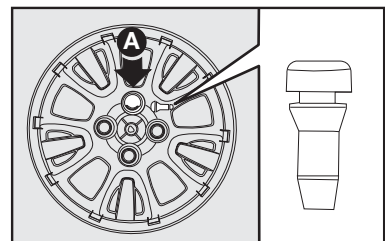

fig. 9
- Colocar a calota cuidando para que o símbolo □, na parte interna, fique em correspondência com a válvula, e dessa maneira o furo maior da calota **A-fig. 9** passe pelo parafuso já fixado.